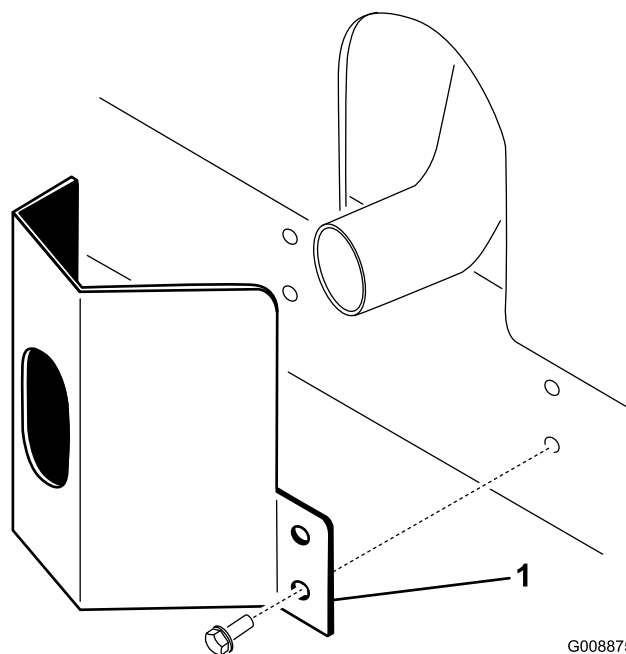

Bild 10
1. Positionieren Sie das Auspuffschutzblech um den Schalldämpfer, während Sie gleichzeitig die Befestigungslöcher auf die im Rahmen abstimmen (Bild 10).
2. Befestigen Sie das Auspuffschutzblech mit vier Blechschauben am Rahmen (Bild 10).